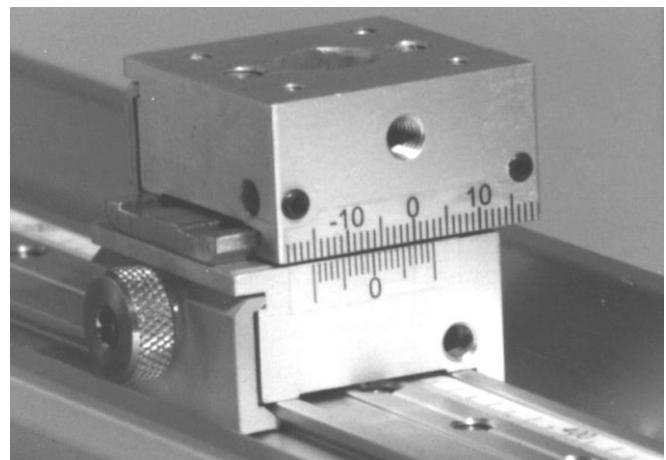

Abbildung 18
- Als feiner x-y-Versteller wie in Abb. 18
- Für x-y-Versteller mit 40mm-Profil (Abb. 18)
Für eine Sub-mm-Einstellung von Translatoren wie in Abbildung 1, 9 oder 18 steht unser Skalensatz mit Nonius zur Verfügung (Abb. 18). Er ermöglicht eine Einstellgenauigkeit von 1/10mm.
Der Einsatz ist notwendig für die X-Y-Kombination der R30-Reiter wie in Abbildung 18.